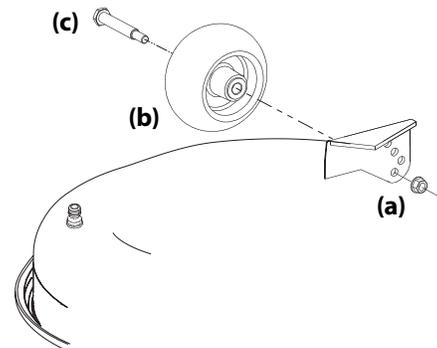

Figura 2-15
- Retire la tuerca de seguridad que fija uno de los tornillos con reborde de las ruedas de calibración delanteras a la plataforma. Retire la rueda de calibración y el tornillo con reborde. Consulte la Figura 2-15.